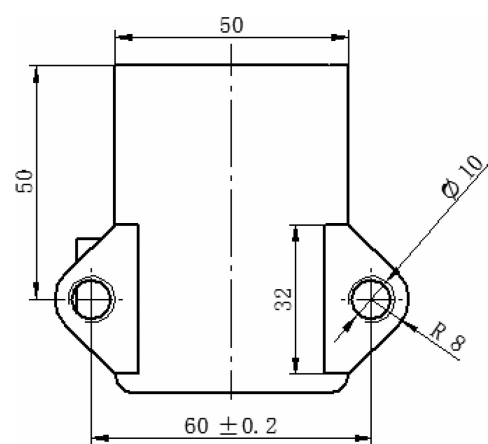

图 9-247 自动识别圆孔尺寸
- (4) 标注左视图的螺纹孔规格。SolidEdge 中【智能尺寸】可自动识别圆孔尺寸并标注直径，并且直径【Φ】的标志不能去掉，如图 9-247 所示。